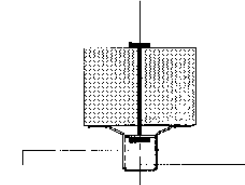

Figure 26
B.- Fixation au moyen de goujons filetés suffisamment longs pour traverser les fers, quel que soit le diamètres de ces derniers. (figure 26)